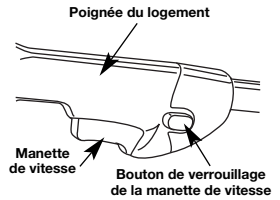

Fig. 12
- Enfoncez le bouton de verrouillage de sécurité et enfoncez la manette de vitesse pour commencer à débroussailler (Fig. 12).
- Lâchez la manette de vitesse pour arrêter l'appareil (Fig. 12).